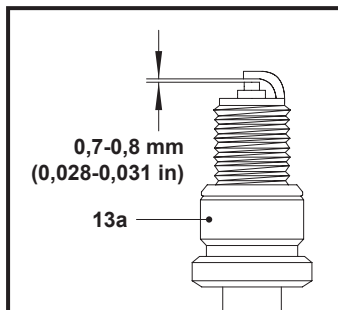

Fig. 22
6. Vérifier l'écartement de la bougie d'allumage. Il doit être compris entre 0,7 et 0,8 mm (Fig. 22).
8. Lors du remplacement de la bougie d'allumage (13a), d'abord visser à la main puis serrer légèrement avec la clé pour bougie d'allumage (29).